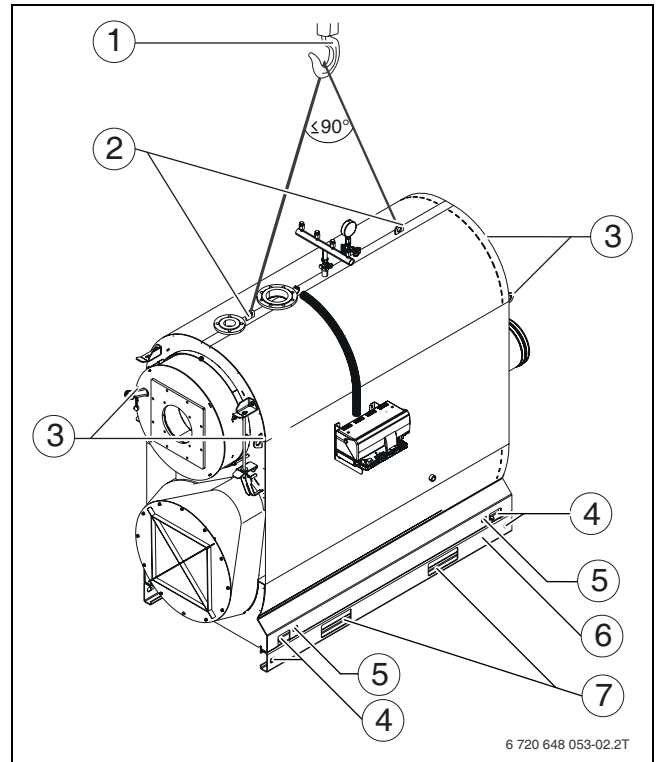

Рис. 6 Подъём котла краном
- ▶ Вставьте крюки строп в отверстия обоих косынок жёсткости (→ рис. 6, [2]) на корпусе котла.
- ▶ Подвесьте стропы на крюк крана (→ рис. 6, [1]).